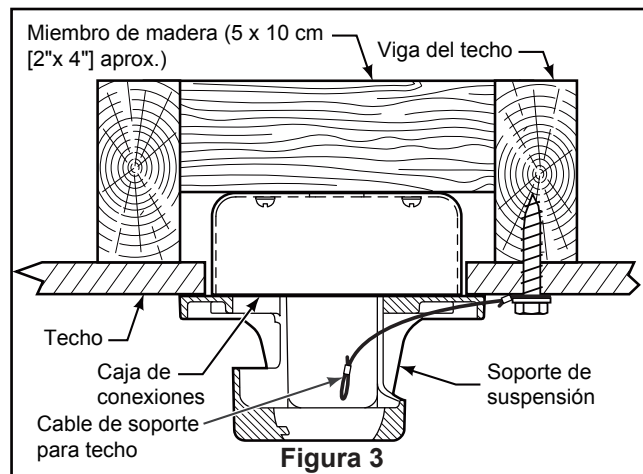

Figura 3
### Uso del soporte (Figura 3)
3. Afloje los dos tornillos de fijación del soporte del barral de soporte para techo a través de la varilla. Introduzca los cables de color marrón, azul, rojo, gris, amarillo cables y cable de seguridad a través de la varilla. (Figura 3)
1. Perfore un orificio de 1/4" en la estructura del edificio para evitar grietas con la instalación del tornillo de intervalo. Utilice el tornillo de intervalo de 3/8"x 2" y la arandela plana para fijar el cable de seguridad a la viga del techo o a la estructura de madera. Dicho tornillo pasará a través de arandela plana, la presilla del cable de seguridad y se fijará en la estructura del edificio. (Figura 3)
**NOTA:** el cable de soporte para techo no se puede asegurar solamente a la caja de conexiones; se debe asegurar directamente a la viga de techo o miembro estructural con el tornillo de cabeza cuadrada de 3/8"x2" y la arandela plana. (Figura 3)
2. Deslice el receptor en el soporte de suspensión antes de realizar el cableado como se muestra en la figura 3.
- 3. Retire la cubierta de la batería del control remoto con un destornillador y conserve el tornillo para luego. (Figura 3)